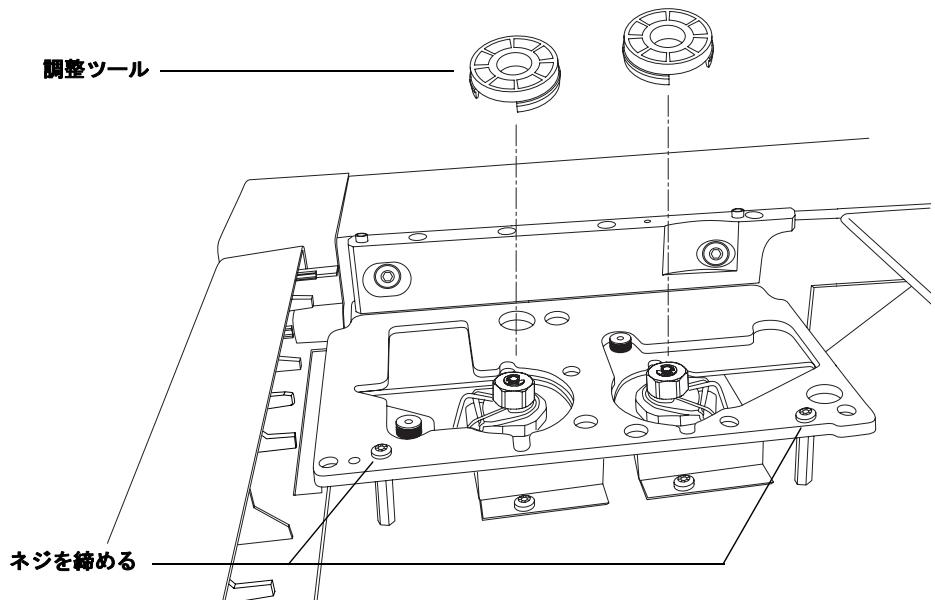

図6 インジェクタブラケットを位置合わせする
- 7** GCの注入口の上に、蜂の巣状の側を上にしてプラスチックの調整ツールを配置します。図6を参照してください。両方の調整ツールがブラケットにぴったりとはまるまでブラケットを動かします。